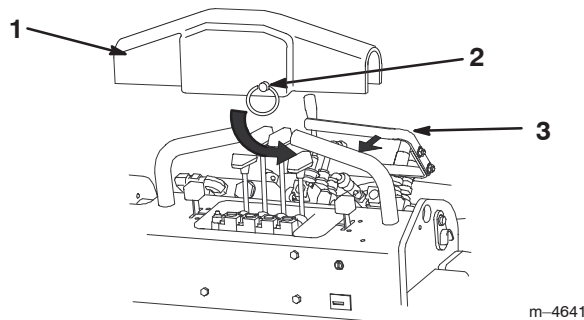

Abbildung 18
A. Den Zusatzgeräte-Hydraulikhebel zum Bedienungsgriff ziehen und die Hydraulikhebelklemme über den Handgriff drücken und nach rechts schieben, damit der Stift in der Klemme unter den rechten Handgriff kommt (Abb. 18).